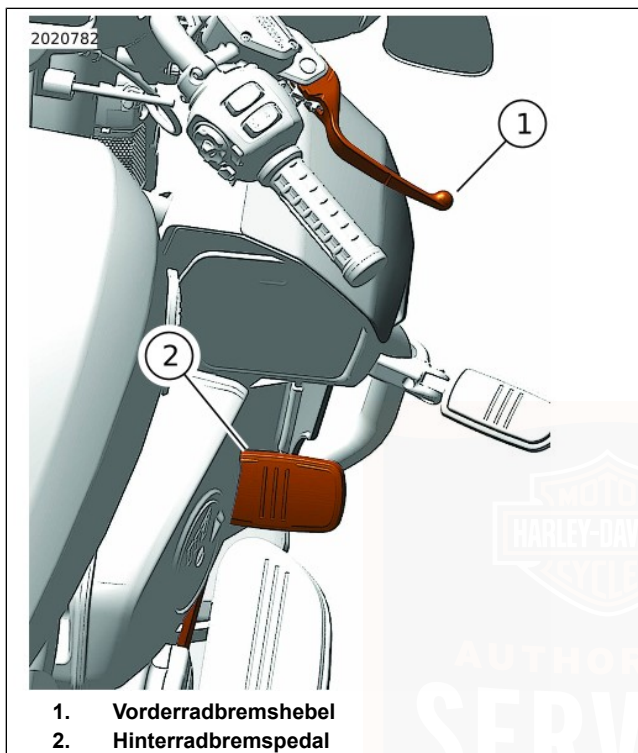

Abbildung 61. Bedienelemente für Bremsen (typisch)
Siehe Abbildung 61. Mit dem Vorderradbremshebel (1) wird die Vorderradbremse betätigt. Der Hebel befindet sich am rechten Lenker. Den Handhebel mit den Fingern der rechten Hand betätigen.